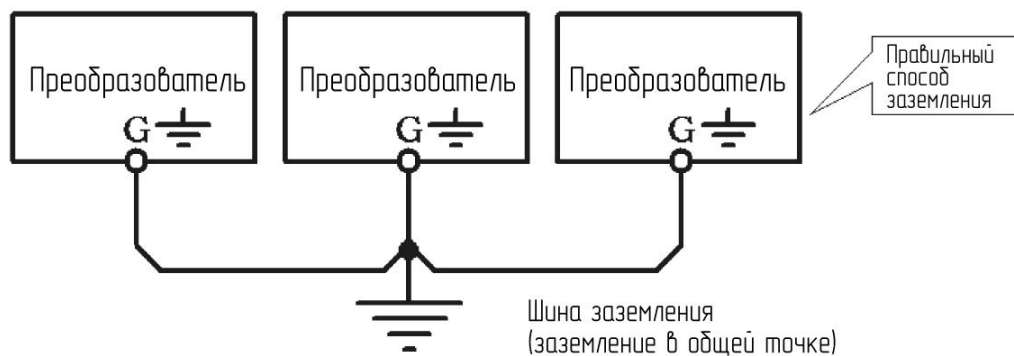

Рисунок 1-1
- Клемма заземления должна быть надежно заземлена. Во избежание импеданса общего заземления многокомпонентные преобразователи следует заземлять в одной общей точке, как показано на рис. 1-1.